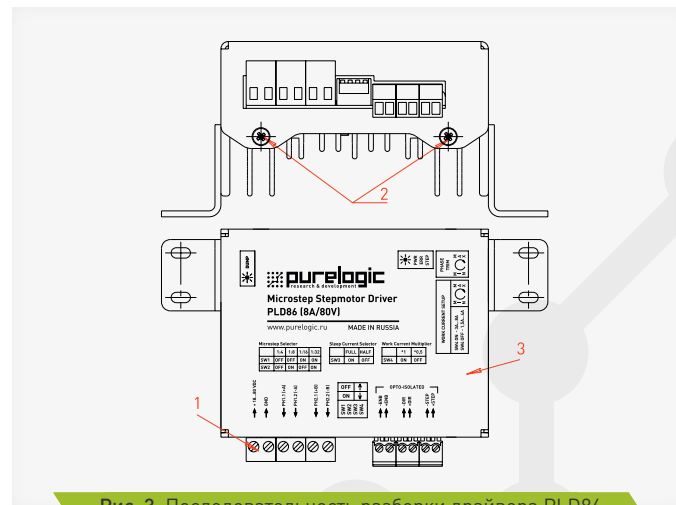

Рис. 3. Последовательность разборки драйвера PLD86
2. Установите драйвер ШД и зафиксируйте крышку винтами рис. 3. выноски «2».